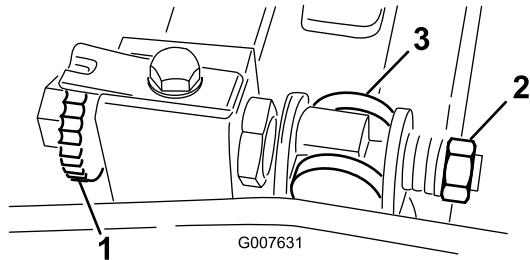

図 58
1. ベッドバー調整ネジを左に回してベッドナイフとリールの接触をなくす（図 58）。
2. スプリング・テンションナットをゆるめて、ワッシャがベッドバーを全く押さないようにする（図 58）。